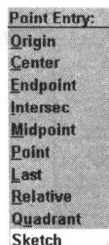

图 1.14
- ❑ Z: 表示设置当前绘图平面上的工作深度值, 单击此命令后将打开图 1.14 所示的点输入菜单, 利用这个菜单取得的点数据的深度值设为当前的绘图平面的工作深度。在这个菜单中系统默认选择 Sketch 绘点方式, 可以直接从键盘上输入深度数值, 将在提示区自动弹出数值输入框以确定绘图平面的深度值。